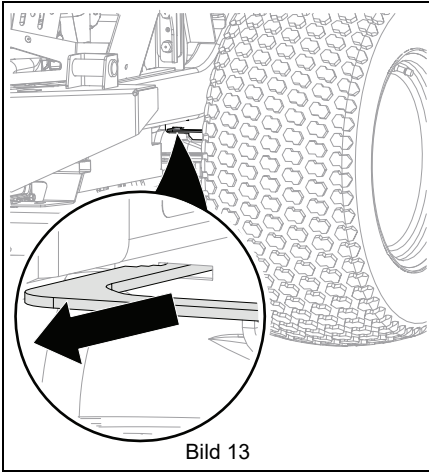

Bild 13
2. Dra båda transmissionsaxelhuntspakarna till shuntläget. Se Bild 13.